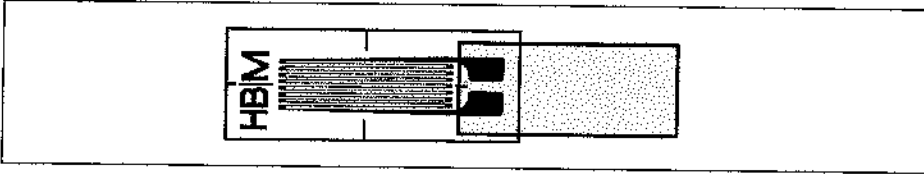

Abb. 5.3 Schamierartige Verbindung bei DM ohne Anschlussbändchen
- ▶ Stellen Sie bei DMS ohne Anschlussbändchen die scharnierartige Verbindung nach Abb. 5.3 her (ohne zusätzliche Lötstützpunkte).